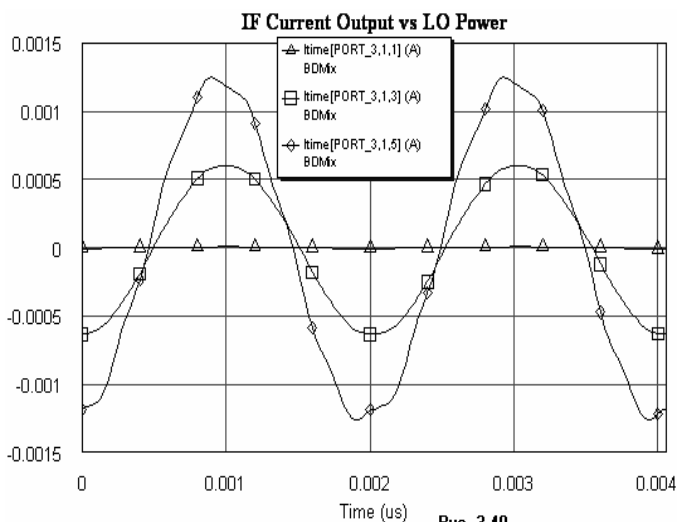

Рис. 3.40
- Щёлкните левой кнопкой мышки по значку **Analyze** на панели инструментов. Полученный график показан на рис. 3.40.